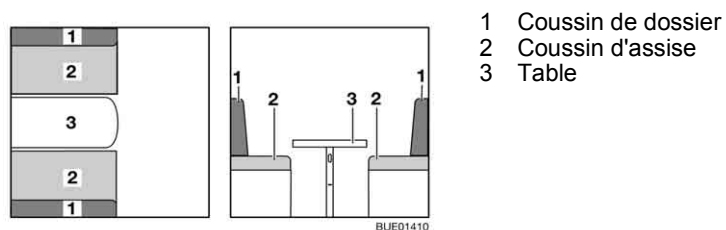

Fig. 113 Avant la transformation
- Convertir la table (Fig. 113,3) en sommier de lit (voir paragraphe 6.12).
- Retirer les coussins de dossier (Fig. 113,1) et en poser un sur la table.